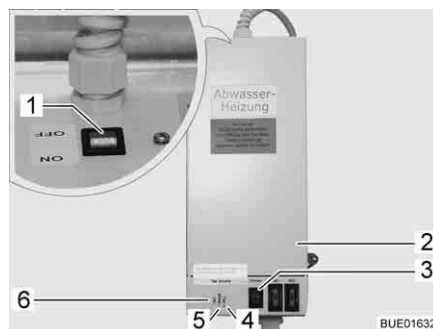

Bild 153 Transformator med regulator
Transformatorn 230 V AC/12 V DC (Bild 153,2) är beroende på modell monterad i klädskalet eller i den främre bänken på sittgruppen.
- Kontrolllampan (Bild 153,5) lyser grönt: Regleringen aktiv
- Kontrolllamporna (Bild 153,4 och 6) lyser rött: Avloppsledningarna värms upp
I huset sitter en återfjädrande kontrollknapp (Bild 153,3) med vilken regulatorn kan tas i drift under en kort tid. Genom att trycka på den återfjädrande kontrollknappen låter sig uppvärmningen testas, även när omgivningstemperaturen ligger över 5 °C.
- Ställ brytaren (Bild 153,1) på transformatorn (Bild 153,2) på "ON".
- Ställ brytaren (Bild 153,1) på transformatorn (Bild 153,2) på "OFF".